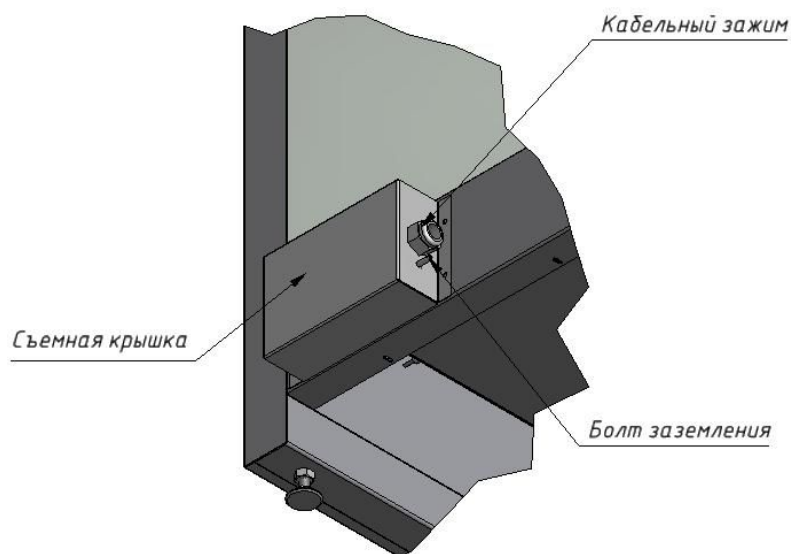

Рисунок 2
5.3. Для подключения электропроводки (рис.2) с задней стороны предусмотрена съемная крышка, сняв которую, необходимо подключить питающий кабель к клеммнику через кабельный зажим.
- 7.2. Снять крышку (рисунок 2) коробки клеммника. Через кабельный зажим на задней стенке подключить электропитание к плите и духовке к клеммнику установки согласно эл. схеме см. приложение 1.